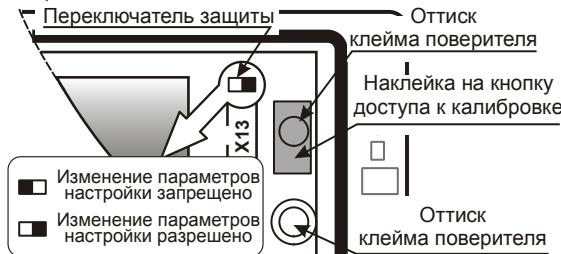

Рис. 1.2 – Места пломбирования поверителем
**Защита калибровочных коэффициентов** выполняется наклеиванием самоклеющейся этикетки на кнопку доступа к калибровке и нанесением оттиска клейма поверителя (рис. 1.2).
**Защита от внесения изменений в электронный модуль** вычислителя выполняется нанесением оттиска клейма поверителя на мастике в чашке (рис. 1.2).
**Защита настроек параметров** выполняется переводом переключателя защиты в левое положение (рис. 1.2) и пломбированием вычислителя пломбой инспектора теплоснабжающей организации (рис 1.3).
После поверки ВКТ-7 электронный модуль пломбируется поверителем. Места пломбирования показаны на рис. 1.2.